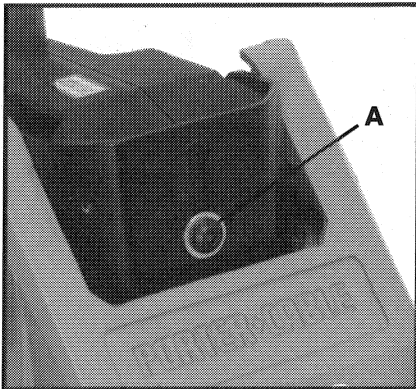

Fig. 2
1. Utilisez la clé hexagonale de 5/32" fournie avec le Coupe-Poche (Pocket Cutter®) pour desserrer le vis de montage d'au-dessus du moteur (A) Fig. 2.
2. Penchez le bloc-moteur vers le bas et desserrez le vis de montage d'en-dessus du moteur (A) Fig. 2.